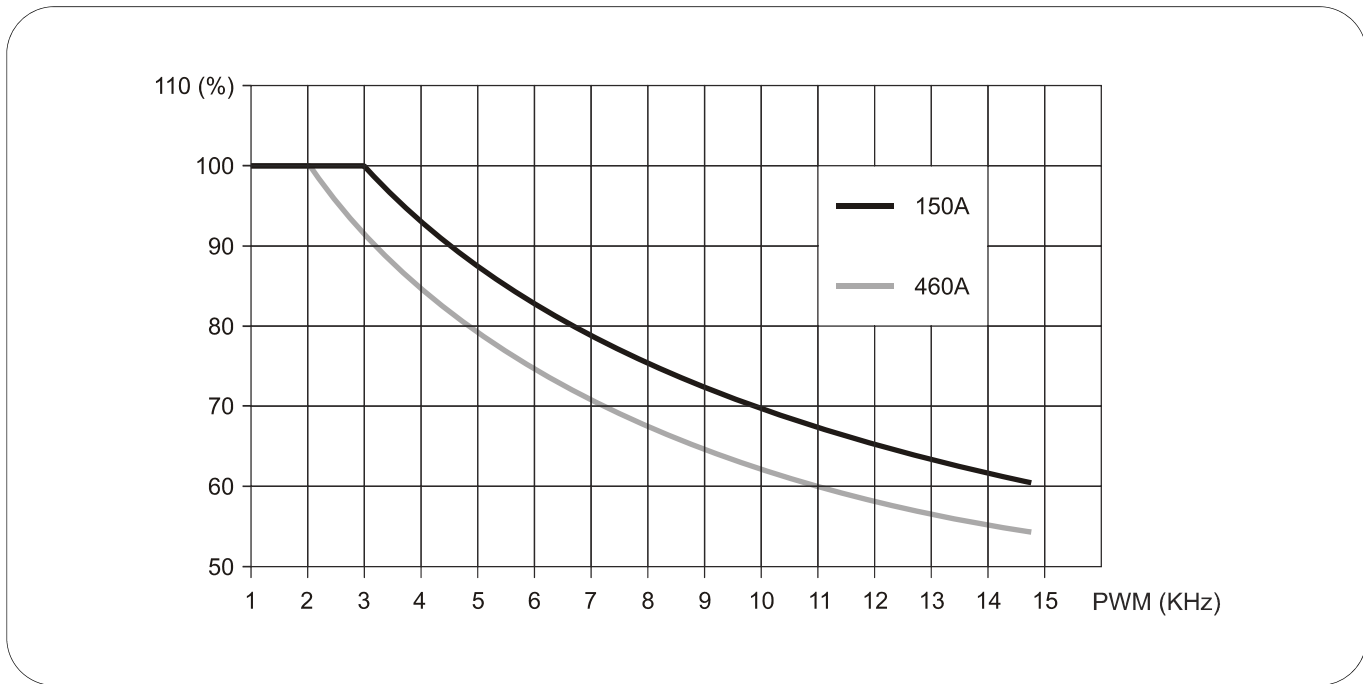

FIG. 5 (Declassamento convertitore per mod. da 150A ÷ 460A / Converter derating for mod. 150A ÷ 460A)
- (1) La connessione C56 stabilisce il tipo di sovraccarico.
(2) Corrente nominale per uso continuativo a 3kHz PWM. Nella **FIG.5** è riportato l'andamento del declassamento automatico in funzione della frequenza di PWM (P101).
(3) Riferimento analogico di velocità a 16 bit disponibile solo con le schede di retroazione: Encoder Sinusoidale e Endat (CS6337.1), Resolver con RDC19224 (CS6334).
(4) Temperatura ambiente ammessa fino a 45 °C. in questo caso declassare la corrente a 88% In.
(5) Per altitudine superiore ai 1000 m SLM declassare la corrente dell'1% ogni 100 m.
- (1) Connection C56 determines the type of overload.
(2) Rated current for continuous duty at 3kHz PWM. **FIG.5** shows the automatic derating pattern as a function of PWM frequency (P101) and AC supply (P87).
(3) 16 bit analog speed reference available only with feedback cards: Sinusoidal Encoder and Endat (CS6337.1), Resolver with RDC19224 (CS6334).
(4) Allowable ambient temperature up to 45 °C. In this case, derate current to 88% In.
(5) At altitudes above 1000 m above sea level, derate current by 1% each 100 m.